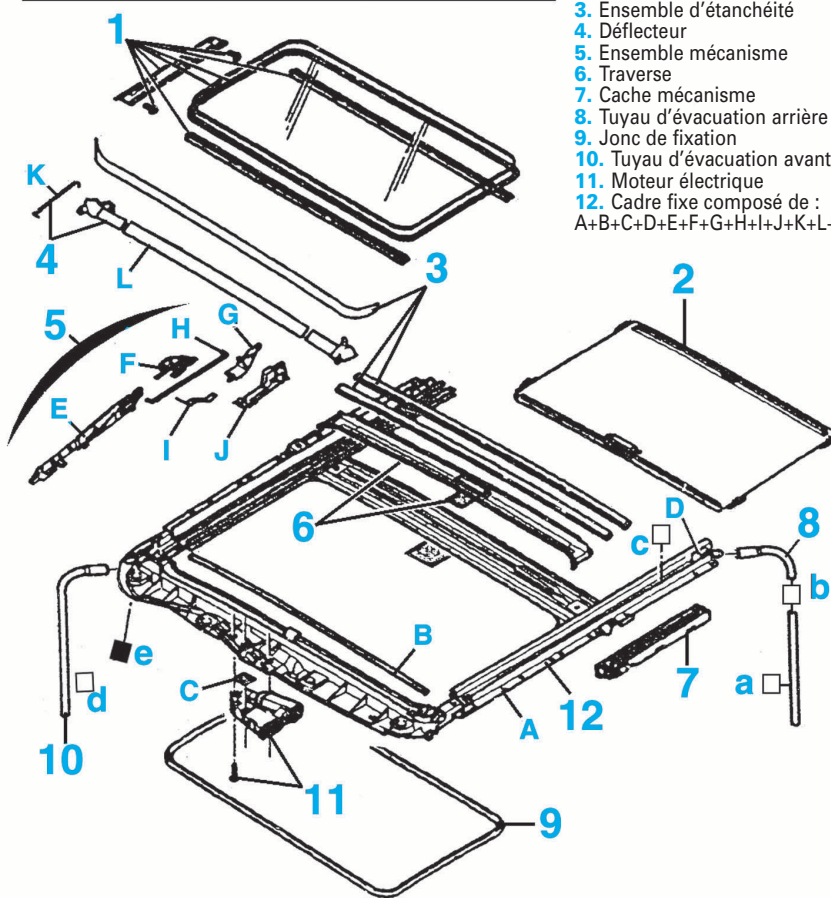

FIG. 23
- Déposer les 3 vis de fixation (Fig.23).